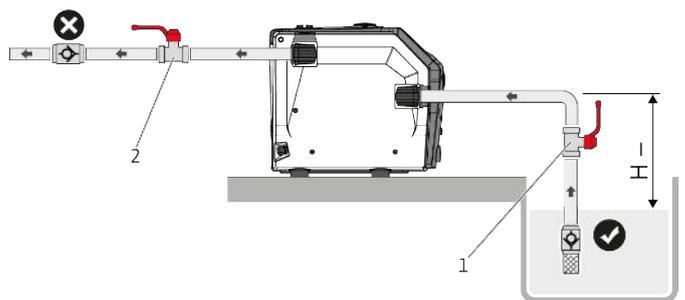
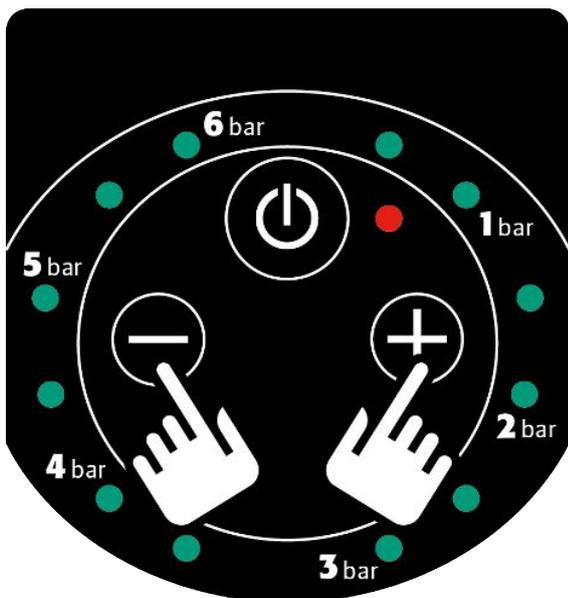

Fig. 7: Saugbetrieb
Fig. 10: Bedientaste + und -
1. Wenn das Produkt im Saugbetrieb (Fig. 7) installiert ist, Bedientasten „+“ und „-“ gleichzeitig für 5 Sekunden drücken (Fig. 10).
1. Absperrschieber (Fig. 7 – Pos. 1, 2) auf der Saug- und Druckseite schließen.